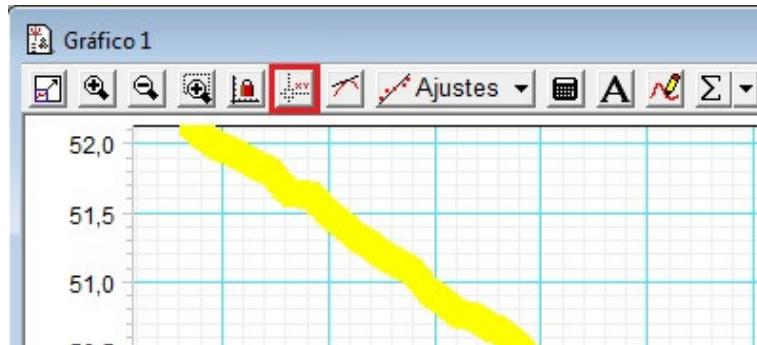
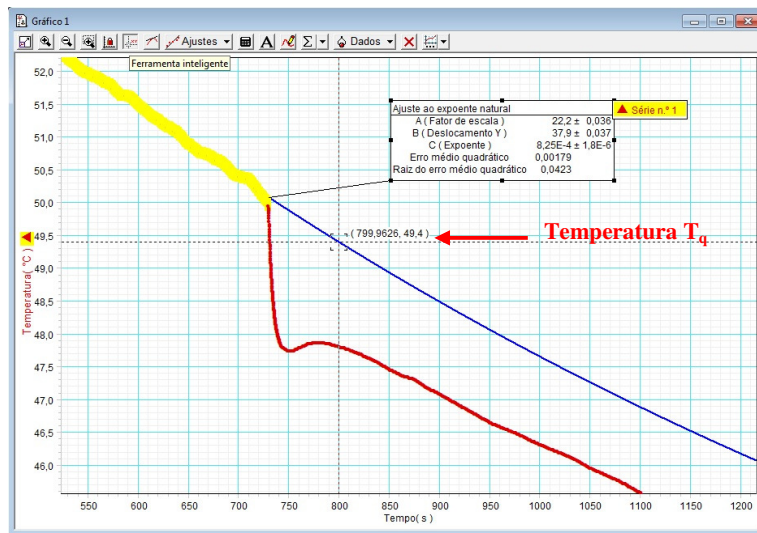
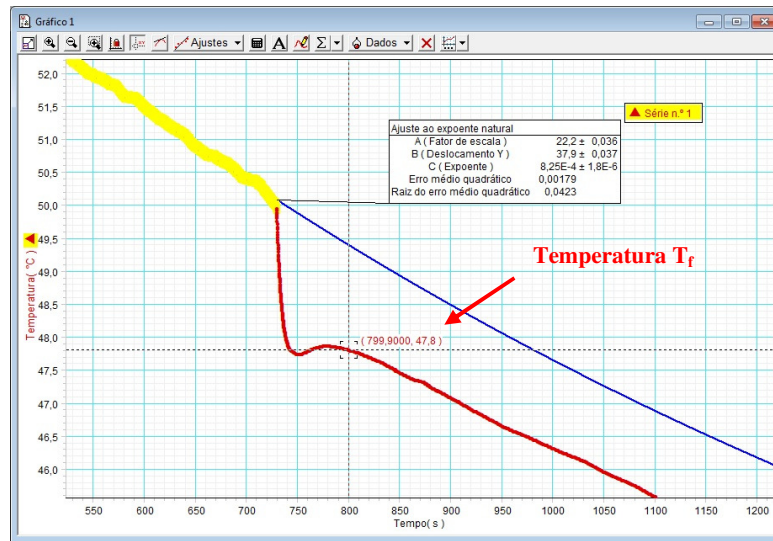

Figura 9 - Detalhe da Ferramenta Inteligente.
Figura 10 - Utilização da Ferramenta Inteligente para encontrar a temperatura  $T_q$ .
Figura 11 - Utilização da Ferramenta Inteligente para encontrar a temperatura  $T_f$ .
- Clique na **Ferramenta Inteligente** , mostrada na Figura 9, e utilize-a para encontrar os pontos correspondentes a temperatura  $T_q$  na curva teórica (Figura 10), e a temperatura  $T_f$ , na curva experimental (Figura 11);